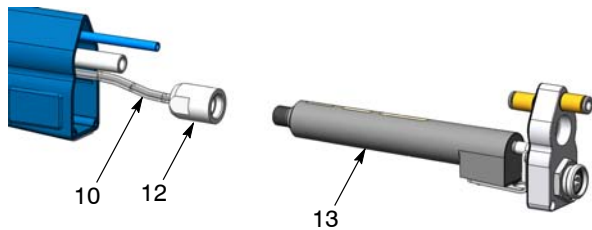

Bild 28 Demontering av elektrod-kabel
3. Se bild 28. Skruva av spänningsmultiplikatorns mutter (12) och tag av elektrod-kabeln (10) från multiplikatorn (13).
5. Rörmonterade pistoler: Se bild 28. Sätt i fjäderänden av elektrokabeln (10) i multiplikatorhålet tills att den bottnar, skruva därefter ner multiplikatormuttern (12) ordentligt.